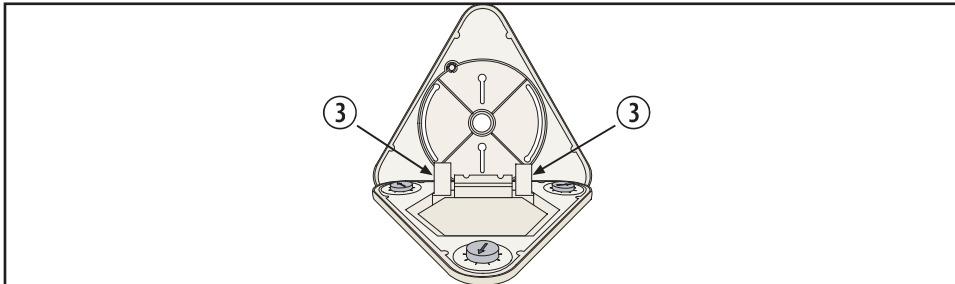

Bild 3.2: Kåpans frigöringsspärrar
- Vid behov kan du avlägsna basen från kåpan genom att trycka kåpans två frigöringsspärrar inåt och samtidigt lyfta bort basen från kåpan. Se Bild 3.2 Kåpans frigöringsspärrar.